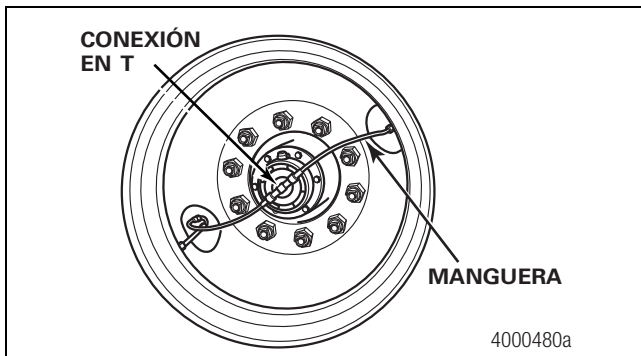

Figura 3.27
9. Inspeccione los extremos de rueda para verificar que las mangueras del sistema de inflado de neumáticos no entren en contacto con las ruedas. Figura 3.27.